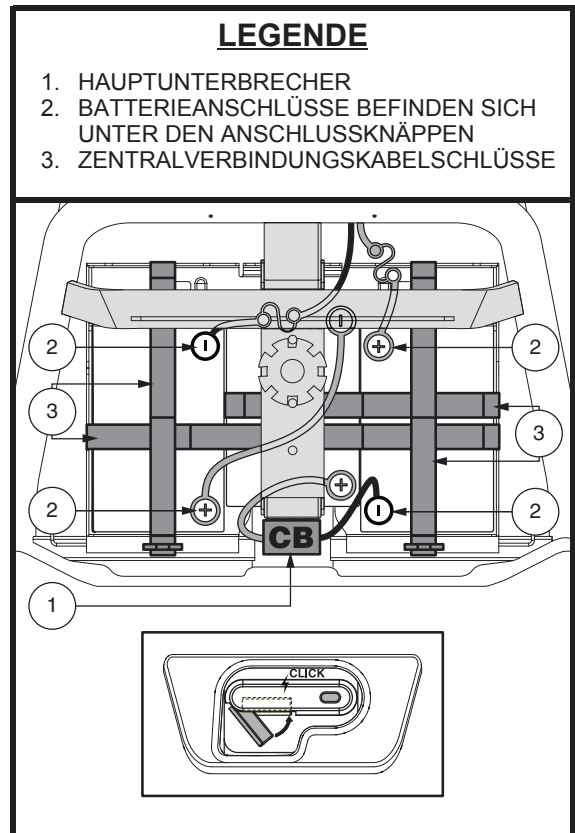

Abb. 12. Batterie Ausbau/Einbau Batteriepole und stecker
6. Setzen Sie in jedes der Batteriefächer gemäß dem Batterieanschlussplan eine neue Batterie ein (**siehe Abb. 12**).